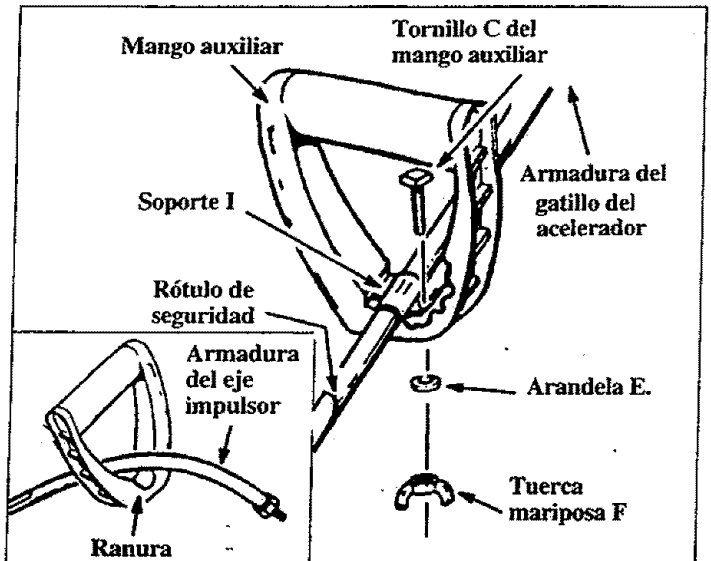

Figura 2
- Inserte el extremo del tubo a través del mango auxiliar. Figura 2 (recuadro).
- Alinee el mango auxiliar entre la etiqueta de seguridad y la armadura del gatillo del acelerador. Asiente el tubo en la ranura del mango exterior. Figura 2
- Inserte la aleta del soporte I dentro de la ranura del mango auxiliar. Figura 2. A continuación coloque el soporte en su lugar sobre el tubo.
- Inserte el tornillo C a través del orificio en el soporte del mango auxiliar y a través del mango auxiliar. Figura 2.
**PRECAUCION:** Al ajustar el mango auxiliar hacia arriba o abajo para su comodidad, asegúrese que el mango auxiliar permanece entre la cubierta del gatillo del acelerador y la etiqueta de seguridad en el tubo. Figura 2.